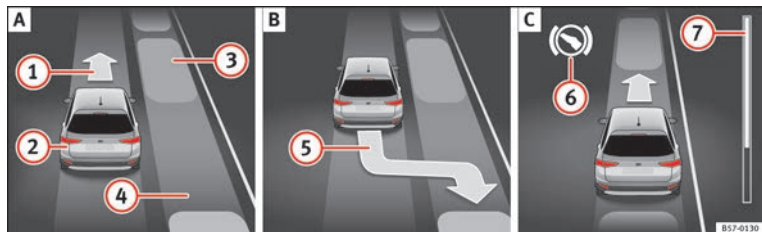
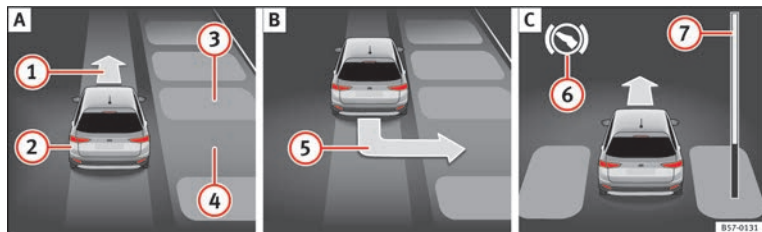

Fig. 212 Sur l'écran du combiné d'instruments : stationner en créneau. **A** Chercher une place de stationnement. **B** Position de stationnement. **C** Manœuvrer.
Fig. 213 Sur l'écran du combiné d'instruments : stationner en bataille. **A** Chercher une place de stationnement. **B** Position de stationnement. **C** Manœuvrer.
Légende de la **fig. 212** et **fig. 213** :
La barre de progression **» fig. 212 ⑦** et **» fig. 213 ⑦** affiche symboliquement la distance relative qu'il reste à parcourir à l'écran du combiné d'instruments. Plus la distance est grande, plus la barre de progression est remplie. En circulant en marche avant, le contenu de la barre de progression diminue vers le haut, et en circulant en marche arrière, il diminue vers le bas.
| 2. | Regardez sur l'affichage de l'écran du combiné d'instruments si la place « appropriée » a été détectée et si la position correcte pour stationner » fig. 212 B ou » fig. 213 B a été atteinte. La place sera considérée comme « appropriée » si l'indication de stationnement 5 apparaît à l'écran du combiné d'instruments. |
| 5. | Reculez jusqu'à ce que retentisse le signal continu du ParkPilot. OU : reculez jusqu'à ce que l'indication de passer en marche avant » fig. 212 A 1 ou » fig. 213 A 1 apparaisse à l'écran du combiné d'instruments. OU : reculez jusqu'à ce que le message Park Assist terminé apparaisse à l'écran du combiné d'instruments. |
| 9. | Avancez jusqu'à ce que retentisse le signal continu du ParkPilot. OU : avancez jusqu'à ce que l'indication de passer en marche arrière apparaisse à l'écran du combiné d'instruments. Le système de stationnement assisté dirige le véhicule en marche avant et en marche arrière jusqu'à ce qu'il soit centré sur la place » fig. 212 C ou » fig. 213 C. |